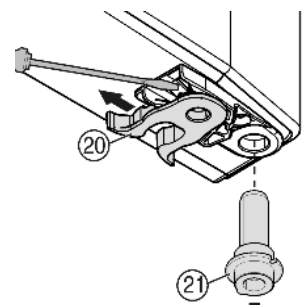

Fig. 8
- ▶ переставить пружинный зажим Fig. 8 (20): Нажмите вниз язычок защелки, снимите с него пружинный зажим.
- ▶ Извлеките опорный палец Fig. 8 (21) из втулки двери и вставьте вместе с шайбами на противоположную сторону. Язычок защелки должен быть направлен к внутренней стороне двери, паз — к внешней стороне.
- ▶ Поверните нижнюю часть двери и вставьте опорный палец Fig. 8 (21) в опорный кронштейн. При необходимости покрутите опорный палец, чтобы он смог заскокить.